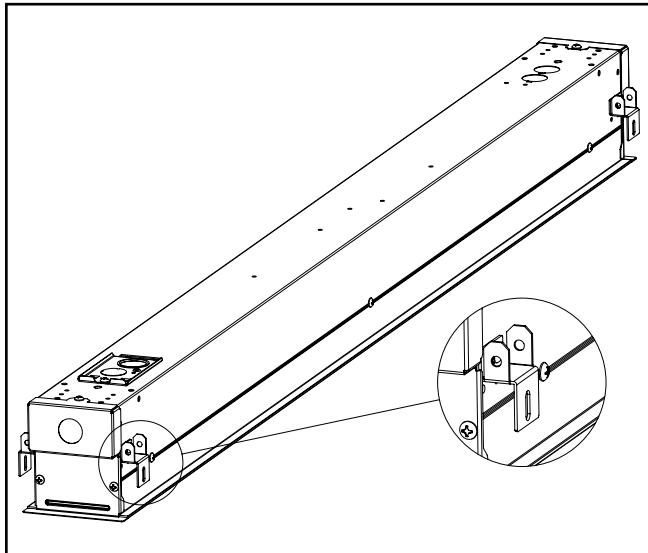

Figura 1.
1. Comience por quitar los 4 clips de rejilla en las esquinas de la luminaria. Ver la figura 1.